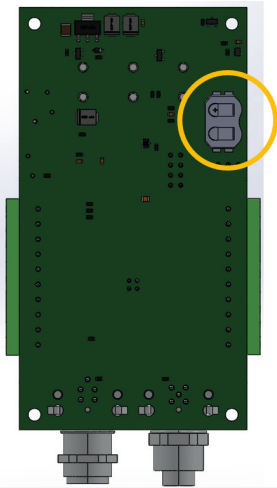

Figure 23. Emplacement de la pile bouton
6. Sur la face inférieure du BCI se trouve la pile bouton, illustrée à la figure 23.